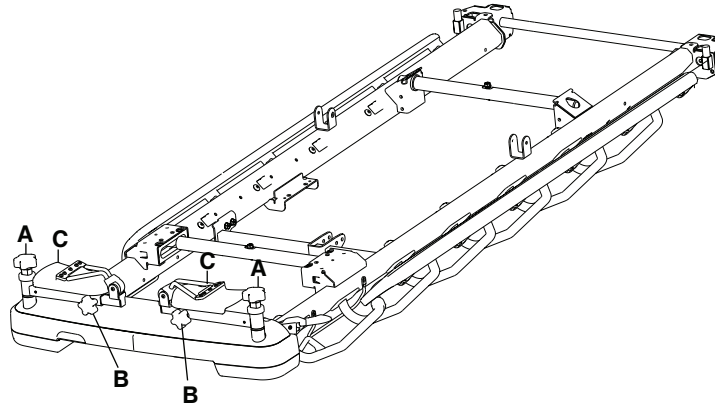

Figura 22 – Stivuirea suporturilor pentru picioare
3. Slăbiți butonul pentru picioare (B) din partea laterală a suporturilor pentru picioare pentru a ajusta lungimea.
4. Strângeți butonul pentru picioare (B) pentru a bloca suporturile pentru picioare în poziția dorită.
5. Rabatați suporturile pentru picioare (C) înainte de a așeza pacientul.
6. Inversați pașii pentru a stivui suporturile pentru picioare (Figura 22).